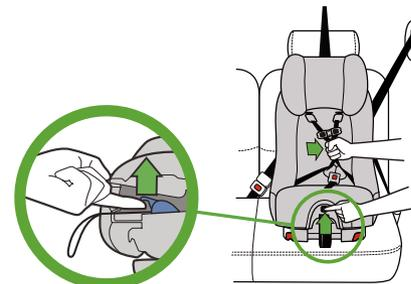

Figure 100
- tout en tirant vers le haut sur l'onglet de réglage du harnais, tirez vers l'extérieur sur les sangles du harnais jusqu'à ce qu'elles bloquent, tel qu'illustré dans la **Figure 100**.